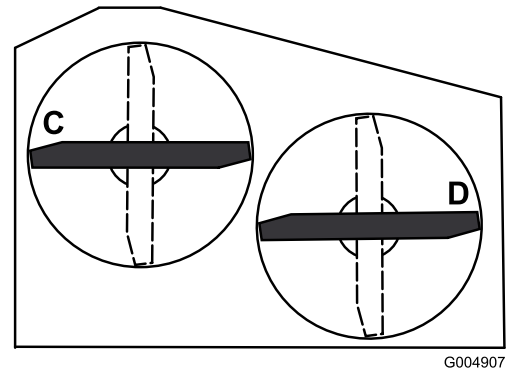

**Figure 69**
3. Mesurez la distance aux points C et D (Figure 69) entre une surface plane et le bord coupant des pointes des lames.